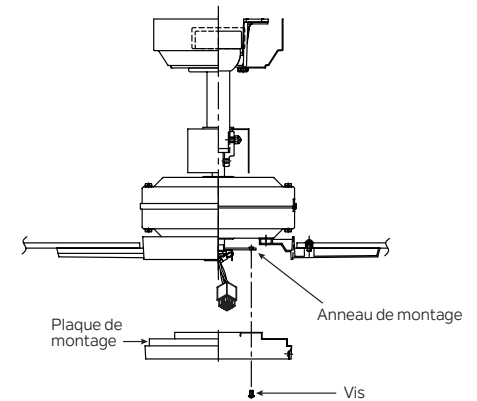

Fig. 17
Étape 1. Desserrer les deux vis sur l'anneau de montage attaché à l'arbre moteur et "enlever" et enregistrer la troisième vis. (Fig. 17)